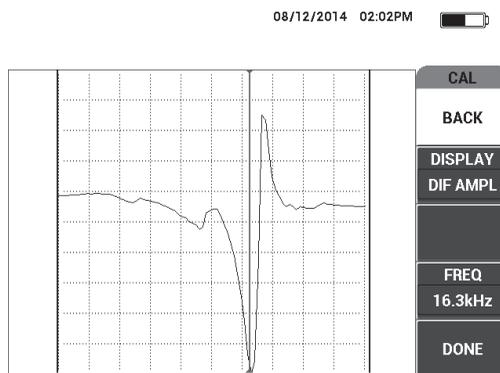

Figura 6-65 Selección de la mejor frecuencia de funcionamiento
6. De ser necesario, seleccione la mejor frecuencia de funcionamiento según sus necesidades, al ajustar el parámetro **FREQ** (tecla de función D) con la rueda de ajuste (Ver la Figura 6-65 en la página 187).